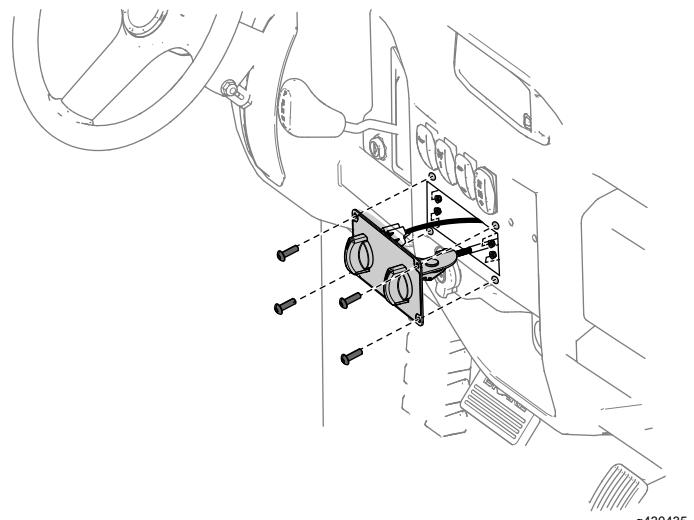

Bild 10
11. Führen Sie das Steuercabel, das Wasserventil und den Kabelbaum durch das Dashboard und befestigen Sie die Armaturenbrettbaugruppe mit 4 Halbrundkopfschrauben ($\frac{5}{8}$ ") und 4 Sicherungsmuttern (Nr. 10-24) am Dashboard; siehe Bild 10. Ziehen Sie die Schrauben auf ein Drehmoment von 3 N·m an.